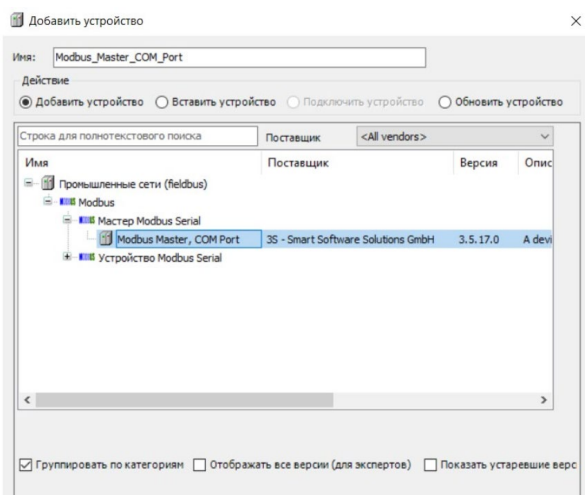

Рис.13 Добавление Modbus Master.
1. Для создания Master соединения (когда ПЛК передает запросы слейв-узлам) Пользователю необходимо в дереве проекта добавить устройство "Modbus Master, COM Port". Далее Пользователь должен нажать правой кнопкой мыши на объект "Modbus\_COM (Modbus COM)" в дереве проекта и выбрать "Добавить устройство...". В директории "Промышленные сети (fieldbus) > Modbus > Master Modbus Serial" требуется выбрать объект "Modbus Master, COM Port" и двойным щелчком добавить его в дерево проекта (Рис. 13). Далее Пользователю необходимо закрыть окно добавления устройств.